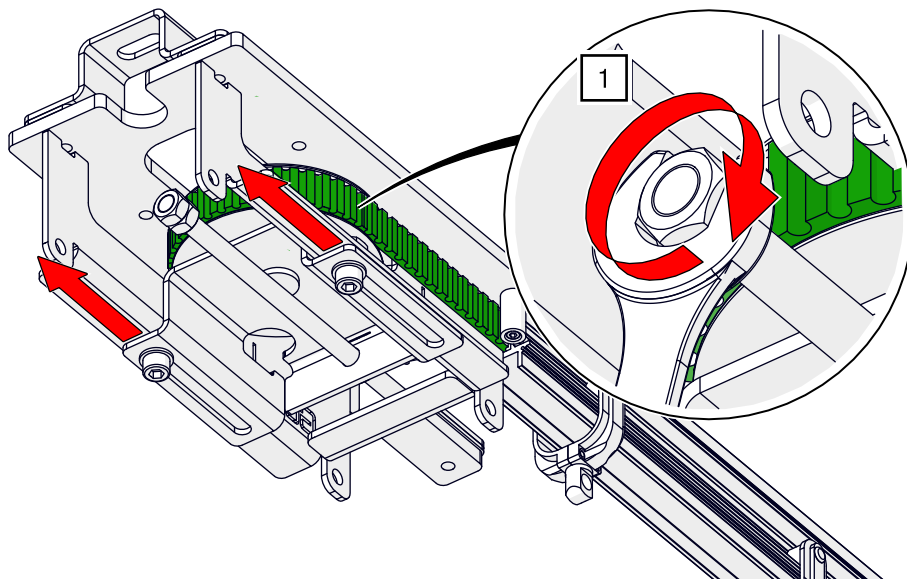

Abb. 87: Zahnriemenmontage – Zahnriemen an der Umlenkeinheit spannen
1. Verschieben Sie den Schlitten, indem Sie die Gewindeschraube mit einem Gabelschlüssel SW 19 drehen (siehe Abb. 87).